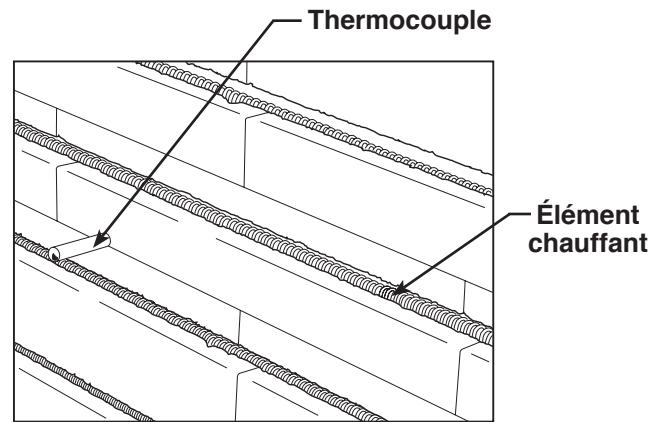

Figure 6
- Maintenez le DPF à 2,54 cm (1 in.) au minimum du thermocouple (capteur de température) et des éléments chauffants. Voir Figure 6.
AVERTISSEMENT : pour éviter les blessures corporelles, assurez-vous que le thermocouple (capteur de température) est en place, comme illustré à la Figure 6. Si le thermocouple s'est déplacé dans la paroi de la chambre ou a été endommagé, la chambre peut surchauffer, ce qui peut causer un incendie.